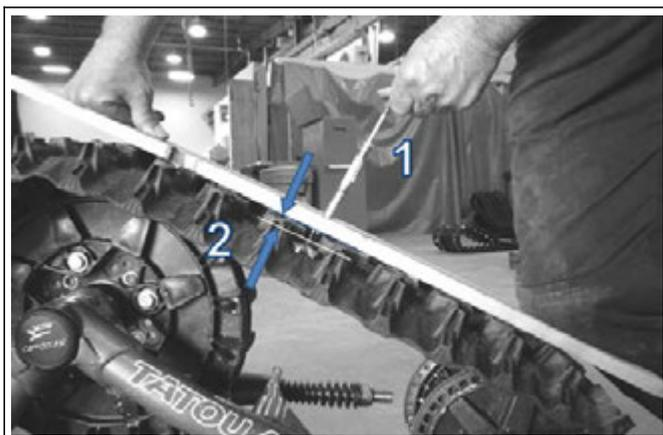

Рис. 22. Измерение натяжения гусеницы прогибом
*НА ЗАМЕТКУ: устройство поз.1, показанное на рис. 22, можно купить в магазине товаров для автомобилистов. На фото показан измеритель напряжения производства «Gates Corporation» номер по каталогу 7401-0076.*